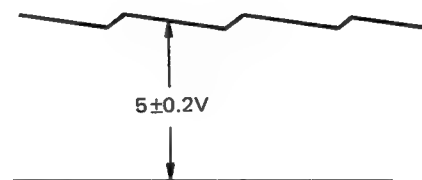

Figure 8-3.
2. TP5 mit einem Oszilloskop (Selbsttriggerung) beobachten, R738 (Trommel-Verriegelung) so einstellen, daß die Anforderungen in Abb. 8-3 erfüllt werden.